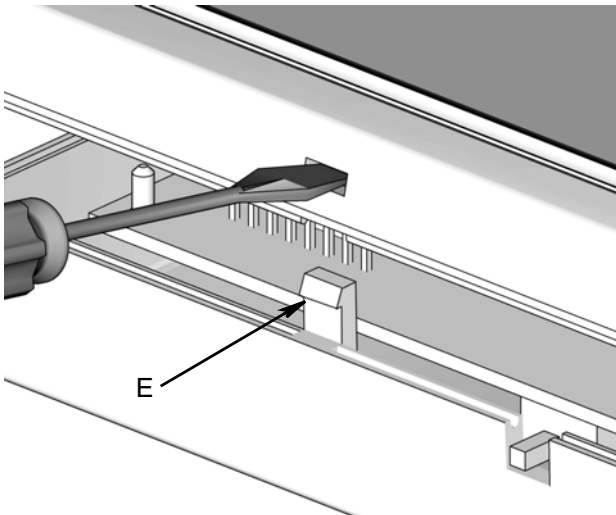

ABB. 11
1. Führen Sie einen flachen Schraubendreher in die Öffnungen auf beiden Seiten der Abdeckung ein, um die Klemmen (E) herabzudrücken und die Abdeckung abzunehmen, wie in ABB. 11.